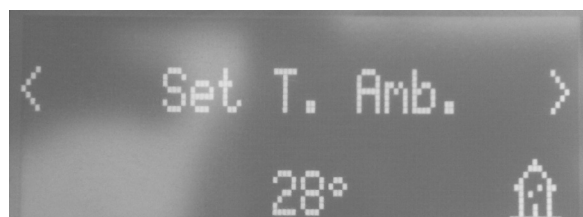

Fig. 6 - Écran
**Conf T. Amb** - cette fonction permet de configurer la température que l'on souhaite atteindre dans le lieu où le poêle est installé pour un maximum de 5°C à un maximum de 35°C. Lorsque cette condition est réalisée, le poêle se met dans un état correspondant aux valeurs minimales de consommation (flamme et vitesse du ventilateur d'air chaud au minimum) pour reprendre ensuite les valeurs configurées quand la température ambiante descend au-dessous du seuil configuré (voir **Fig. 6**).